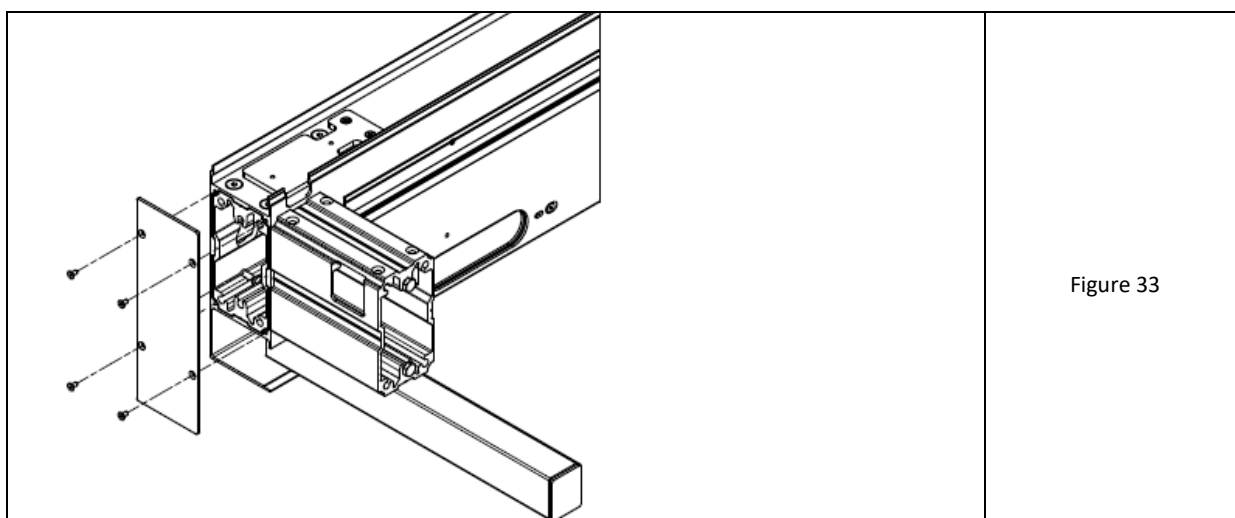

Figure 33
4. A l'extrémité de la traverse, du côté du trop-plein d'angle monté, serrer le bouchon 85x212. Chacun avec 4 vis M4x8 (Fig. 33).